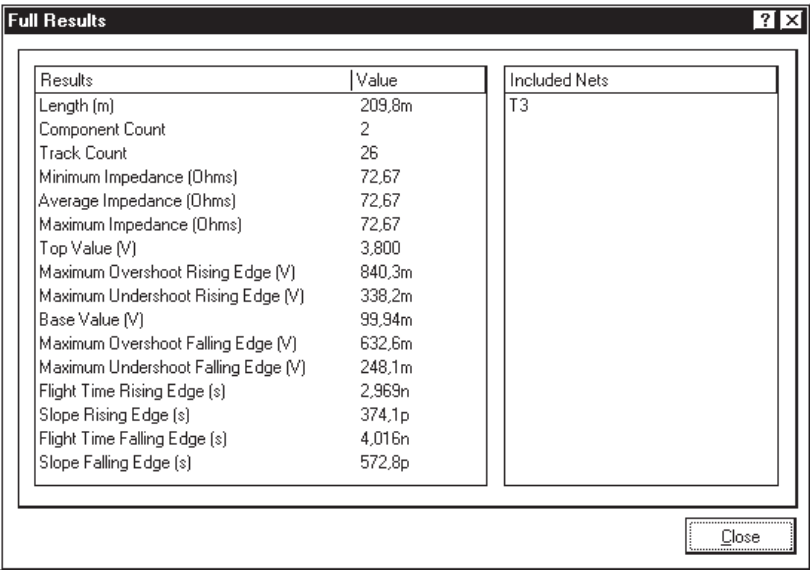

Рис. 8.64. Сводка результатов предварительного анализа выбранной цепи
- ☐ **Details** — по этой команде выводится окно с полным списком результатов первичного анализа для выбранной цепи (рис. 8.64);
пределов и шага вариации, назначенные по умолчанию: 10 шагов в пределах от 50 до 200 Ом. При внимательном изучении графиков видно, что наименьшие искажения формы импульса получаются при значении сопротивлений обоих резисторов 140 Ом. Это естественно — результирующее сопротивление, подключенное к входному буферу микросхемы DD2, равно сопротивлению параллельного соединения верхнего и нижнего резисторов, т. е. 70 Ом. Это значение ближе всего к волновому сопротивлению печатного проводника, составляющему, по результатам предварительного анализа, 72,6 Ом (см. рис. 8.64).